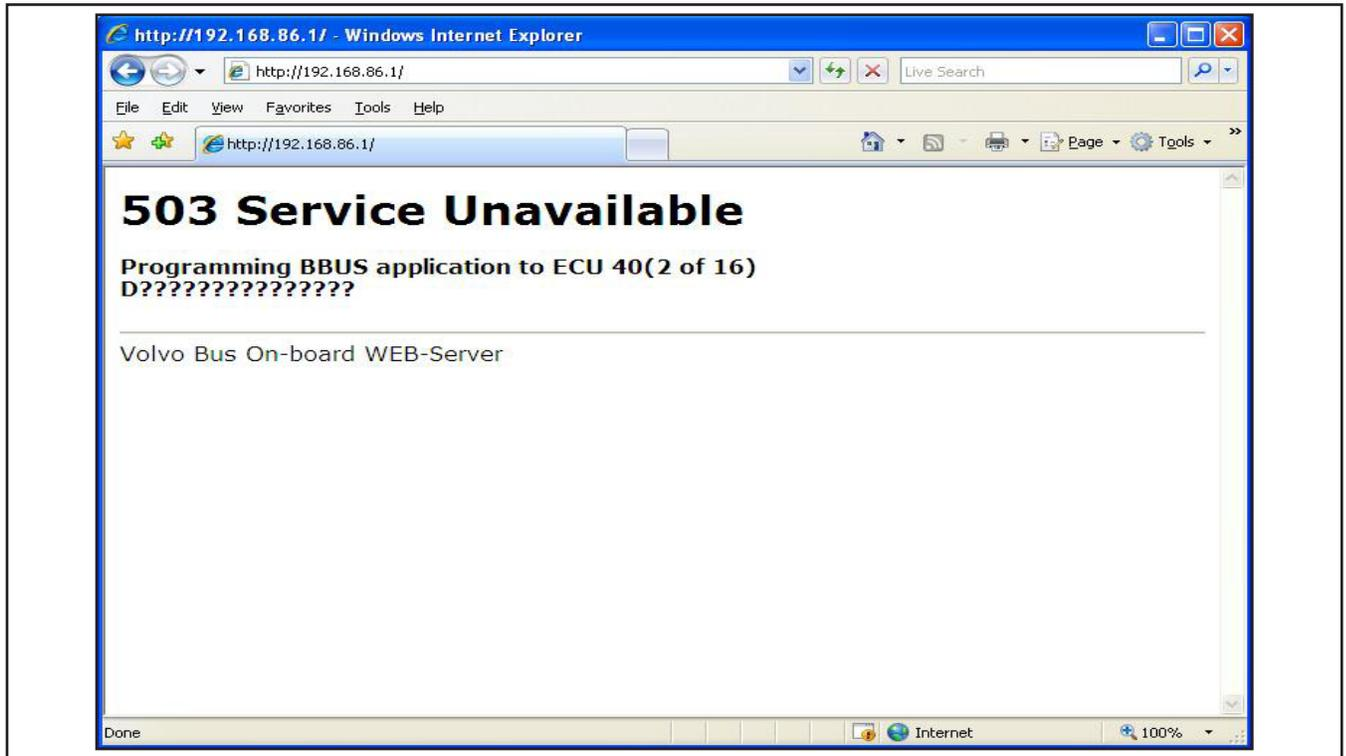

Figure 19 - Indicateur de téléchargement
18. Un indicateur de téléchargement des modules IO s'affiche ensuite et donne l'état D ou F, selon si le module a été reprogrammé avec succès ou non. Voir Figure 19.